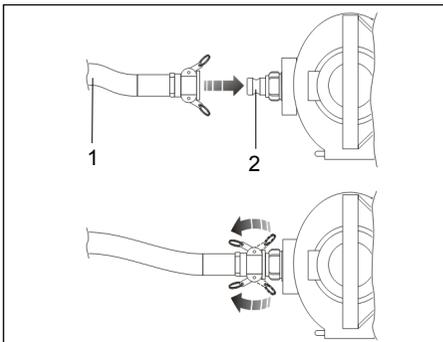
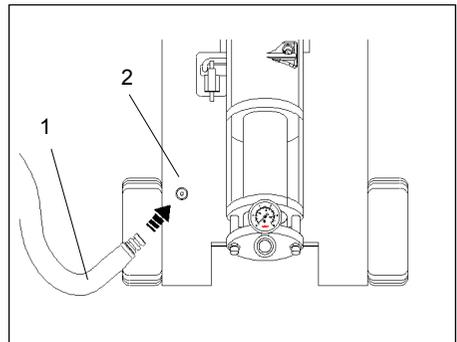

FIG.21 (Collegamento del tubo trasporto materiale all'attacco uscita materiale)
FIG.22 (Collegamento del tubo aria al compressore)
- 1) Collegare il tubo fornito in dotazione (\varnothing est. 39 mm - L= 15 m) (FIG.22-Rif.1) all'attacco uscita materiale della macchina (FIG.21-Rif.2);
- 2) Tirare le leve laterali come indicato in FIG.21.
Per la versione Light da intonaco, collegare il tubo fornito in dotazione (\varnothing est. 19 mm - L= 16 m) (FIG.22-Rif.1) all'attacco del compressore (FIG.22-Rif.2) .